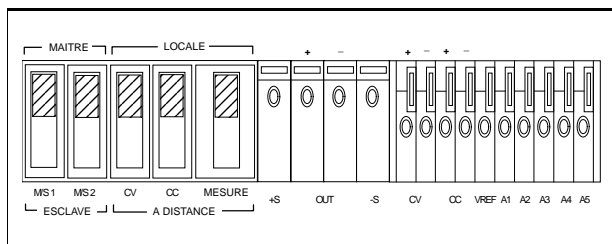

Figure 4. Positions des commutateurs des boutons de la face arrière pour le contrôle de mise sous tension- Débranchez le cordon d'alimentation.
- f. Vérifiez que les positions des commutateurs de la face arrière sont telles qu'indiqué à la figure 4.
L'alimentation est configurée à sa sortie d'usine dans le mode de fonctionnement local. Le mode de fonctionnement local nécessite que les commutateurs de la face arrière soient positionnés tel qu'indiqué à la figure 4. L'alimentation fournit une sortie de tension constante (CV) ou de courant constant (CC).